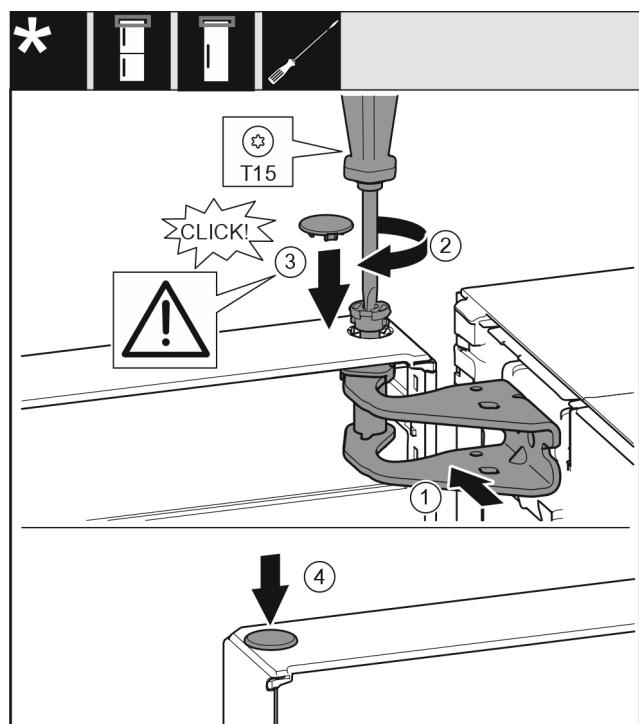

Fig. 21
- ▶ Выровняйте дверь вверху по отверстию в опорном кронштейне. Fig. 21 (1)
- ▶ Вставьте палец и затяните отверткой T15. Fig. 21 (2)
- Установите предохранительную крышку для защиты двери: Вставьте предохранительную крышку и проверьте, прилегает ли она к двери. В ином случае вставьте палец полностью. Fig. 21 (3)
- Вставьте заглушку. Fig. 21 (4)